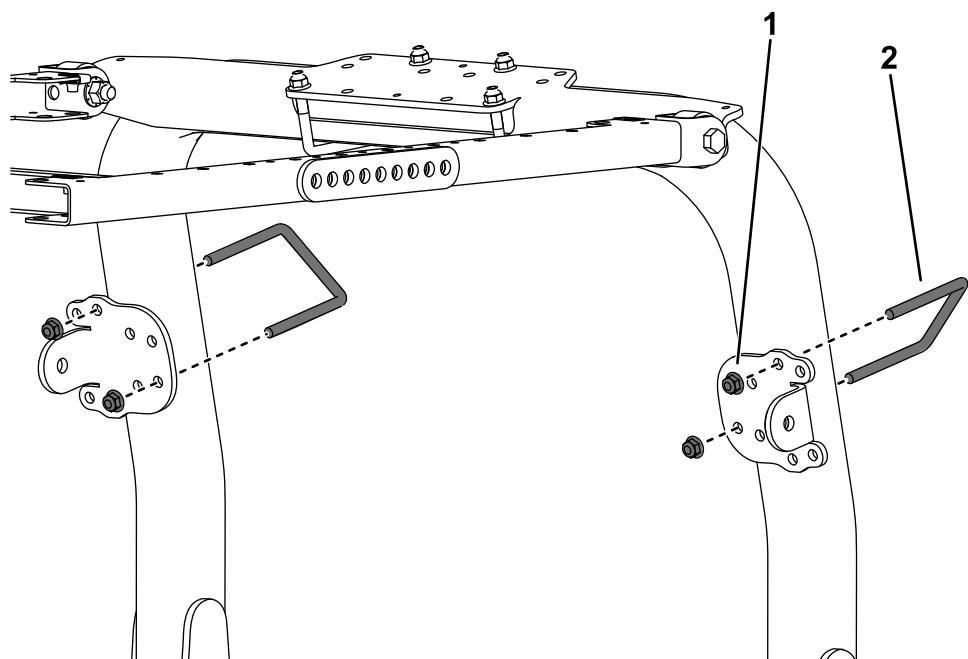

Рисунок 29
- Используя монтажные отверстия, показанные на Рисунок 29, прикрепите, не затягивая, все кронштейны подпорок к стойкам защитной дуги с помощью U-образного болта ($3\frac{1}{8} \times 5$ дюймов) и 2 фланцевых гаек.